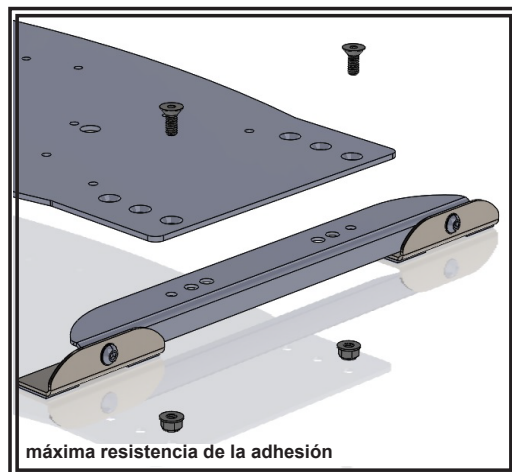

Figura 4
1. Fije el montaje CZ6015 a la placa de montaje CZ6016 con los accesorios suministrados. Utilice los orificios avellanados de la placa de montaje que permiten que las patas se asienten en una parte plana del techo. Coloque todo el conjunto en el techo del vehículo. Consulte la Figura 4.